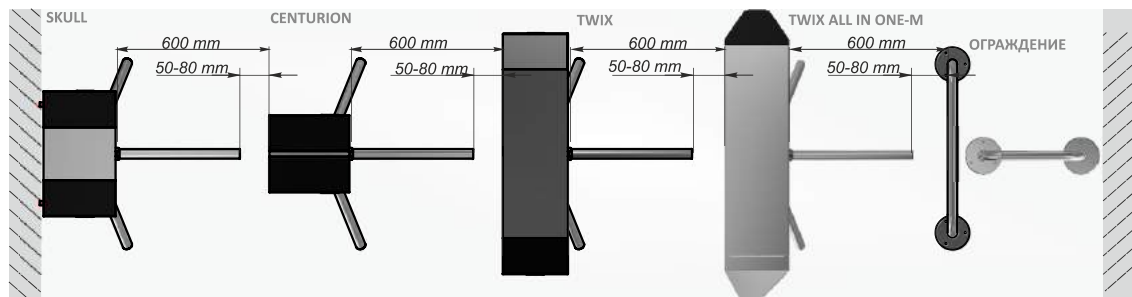

Рис.12 – Инсталляция размещения турникетов-триподов (условно)
- 4) Произвести на поверхности площадки разметку отверстий для крепления турникета в соответствии с *рис.12*. В качестве шаблона для разметки может использоваться собственно турникет, размещенный вертикально на месте его установки.